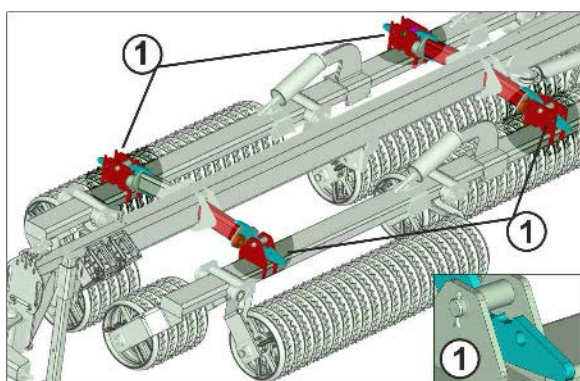

Fig. 27
2. Asigurați bolțurile barelor inferioare cu șplinturile respective (Fig. 27/1) împotriva desfacerii accidentale.